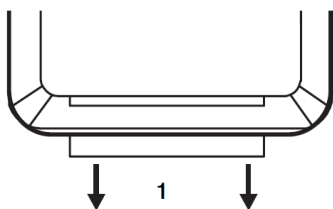

Figura 1
1. Antes de utilizar el mando a distancia, retire la película aislante de plástico del mando tirando de ella en la dirección de la flecha. (ver figura 1)